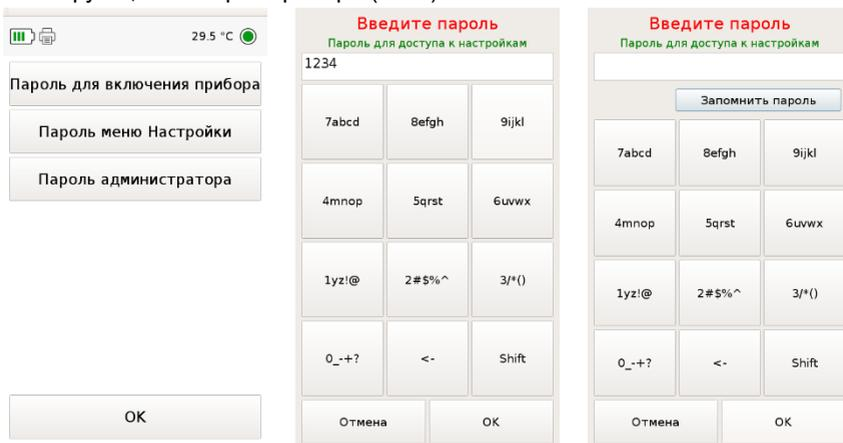

Рисунок 17 Окно меню Безопасность, установка и проверка пароля для доступа к настройкам
- «Безопасность» - установление пароля на разные действия с прибором. Возможны следующие варианты: пароль для включения прибора, пароль меню Настройки, пароль администратора (Рисунок 17). Пароль для включения прибора
На экране установки пароля можно выбрать «Запомнить пароль» до перезагрузки спектрометра (Рисунок 17). Если кнопка «Запомнить пароль» не нажата, то прибор будет запрашивать пароль каждый раз при попытке выполнения запароленного действия.